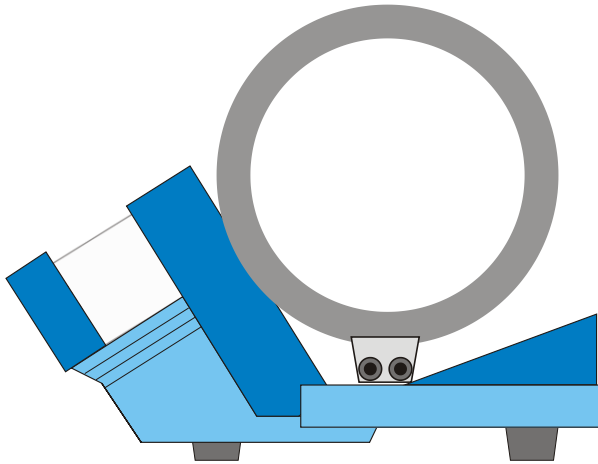

Fig. 1 Montagem das bobinas para campo transversal
- Em caso de geometria de Helmholtz $d = r$ a borda externa do pé da bobina converge com as linhas tracejadas (ver fig. 1).